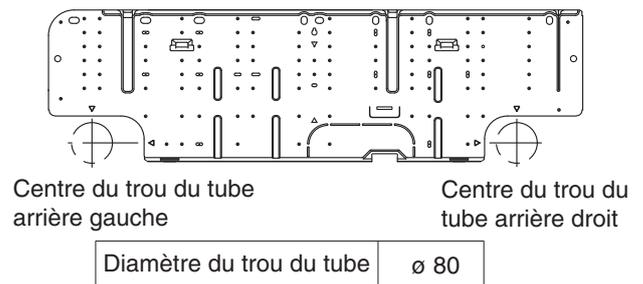

Fig. 3-46
- (1) Retirez le panneau arrière de l'unité intérieure et placez-le sur le mur à l'endroit de votre choix. Fixez le panneau arrière et accrochez-y l'unité momentanément. Assurez-vous que l'unité est parfaitement horizontale à l'aide d'un niveau ou mesurez la distance entre l'unité et le plafond à l'aide d'un mètre-ruban.
- (2) Déterminez l'ouverture du panneau arrière à utiliser. (Fig. 3-46)
- (3) Avant de percer un trou, vérifiez s'il n'y a pas de montants ou de tubes derrière l'emplacement choisi. Les précautions ci-dessus s'appliquent également si les tubes traversent le mur à un autre endroit.
- (4) A l'aide d'une scie à découper, d'une scie-cloche ou d'un accessoire de perçage de trous, percez dans le mur un trou (de 80 mm de diamètre).